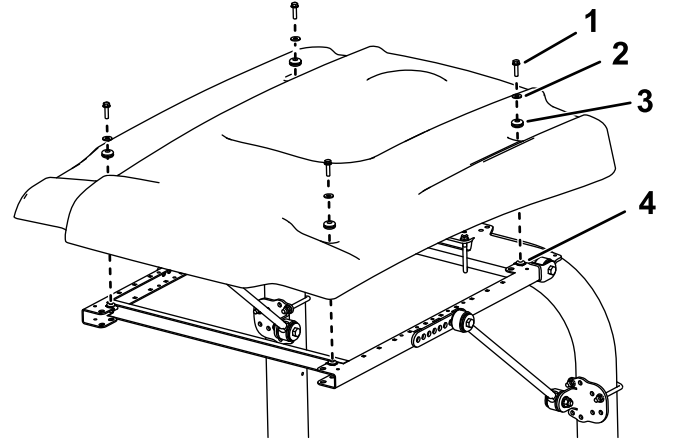

Figura 6
10. Ao alinhar os furos de montagem, posicione o toldo na estrutura como se mostra na Figura 6.
11. Monte, sem apertar completamente, cada canto do toldo na estrutura com um parafuso de cabeça flangeada (5/16 x 1 pol.), uma anilha pequena e um olhal (Figura 6).